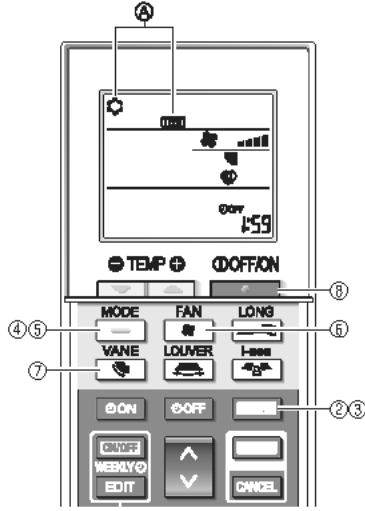

Fig. 8-5
- ① Çalışma testinden en az 12 saat önce üniteye güç verin.
- ② 5 saniye boyunca [] düğmesine basın. (Fig. 8-5)
- ③ [] düğmesine basın.
④ [TEST] ve o andaki çalışma modu görüntülenir. (Fig. 8-5)
- ④ Soğutma modunu çalıştırmak için [] düğmesine basıldıktan sonra ünitenin soğuk hava verip vermediğini kontrol edin.
- ⑤ Isıtma modunu çalıştırmak için [] düğmesine basıldıktan sonra ünitenin sıcak hava verip vermediğini kontrol edin.
- ⑥ [] düğmesine basıp, fan hızının değişip değişmediğini kontrol edin.
- ⑦ [] düğmesine basıp otomatik kanatçığın gerektiği gibi çalışıp çalışmadığını kontrol edin.
- ⑧ Çalışma testini durdurmak için [] düğmesine basın.